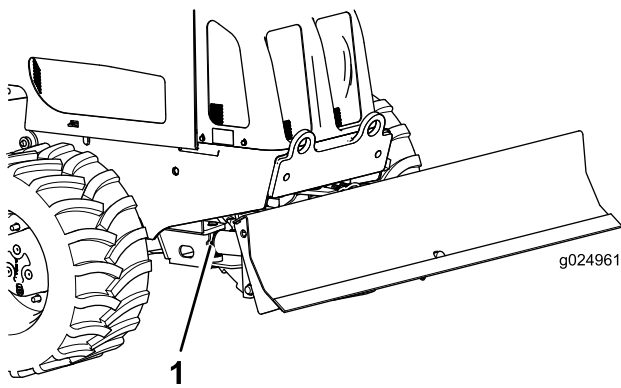

Figura 63
2. Collegate l'ingrassatore a pressione ai raccordi su ciascun cilindro dell'angolo della lama e applicate 3 pompaggi di grasso a ciascun raccordo (Figura 63).